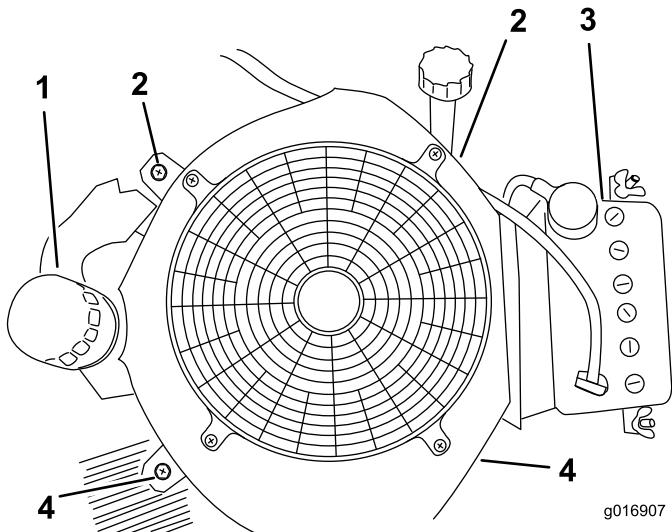

Figura 74
6. Retire los dos tornillos de los lados derecho e izquierdo de la carcasa del ventilador de refrigeración, según se muestra en Figura 74.